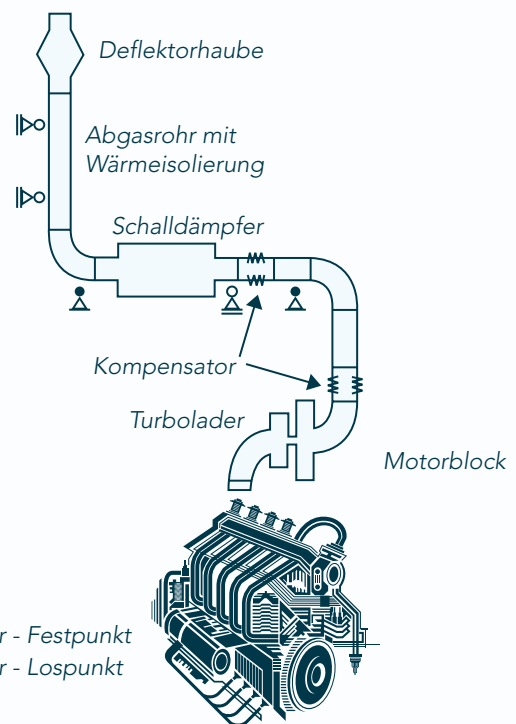

Abbildung 6: Typische Aufbau einer Abgasanlage
**Abbildung 6** zeigt einen grundlegenden Aufbau einer Abgasanlage.